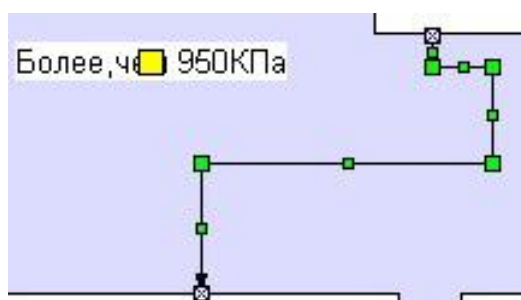

Рис. 8.68
- При перемещении середины отрезка, соединяющего угол и точку привязки, образуется новый угол на расстоянии $\frac{1}{4}$ длины отрезка от точки привязки (Рис. 8.68).